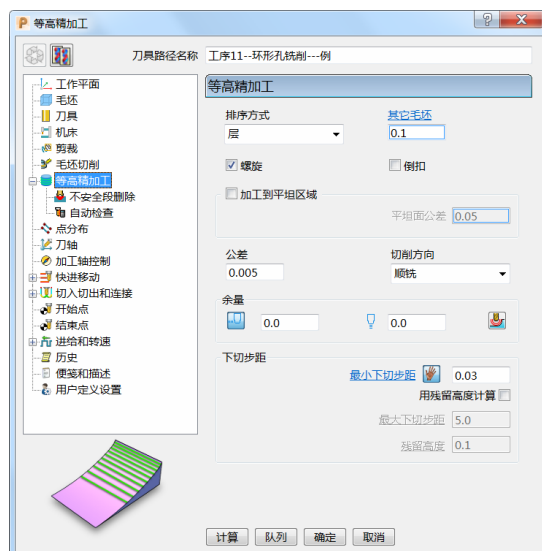

图 5-86
- 4) 等高精加工：排序方式选择“层”，设定其它毛坯“0.1”，勾选“螺旋”，设定公差“0.005”、切削方向“顺铣”、余量“0.0”、最小下切步距“0.03”。(图 5-86)